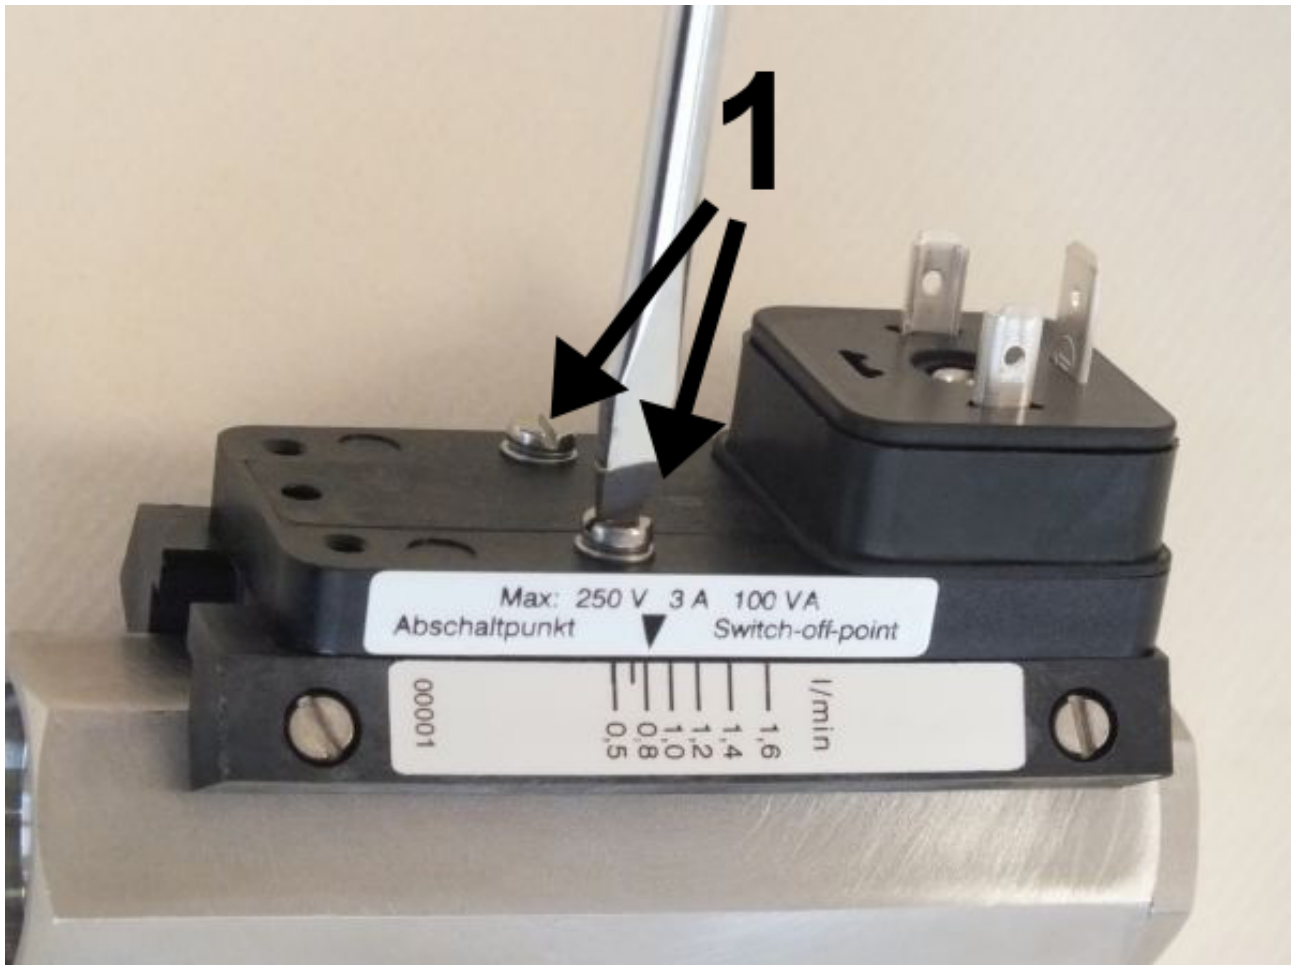

Abb. 61: Feststellschrauben lösen
3. Feststellschrauben (Abb. 61/1) des Schaltkontaktes mit einem Schlitzschraubendreher so weit lösen, dass er sich frei verschieben lässt